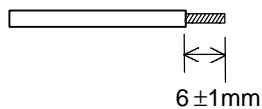

Bild 2-3-5 Abisolieren der Leiterenden
1. Die Steuerung muß mit geschirmten Leitern mit einem Querschnitt von 0,5 mm² oder mit verdrehten (Twisted-Pair-) Leitern ausgeführt werden. Isolieren Sie die Leiter vor dem Anschließen wie in Bild 2-3-5 gezeigt ab.